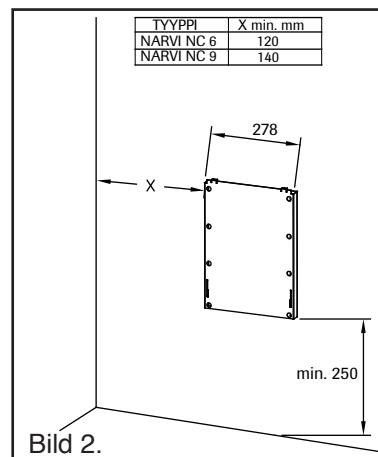

Bild 2.
- Fäst bastuaggregatets fästplåt vid väggen med de skruvar som ingår i leveransen enligt bild 2.